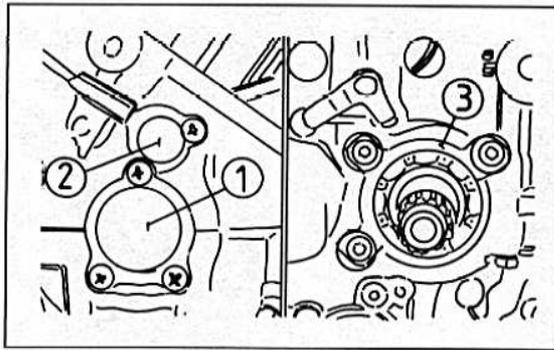

Bild 225 ►
- Die Verbindungsschrauben des Kurbelgehäuses entfernen (Bild 225).